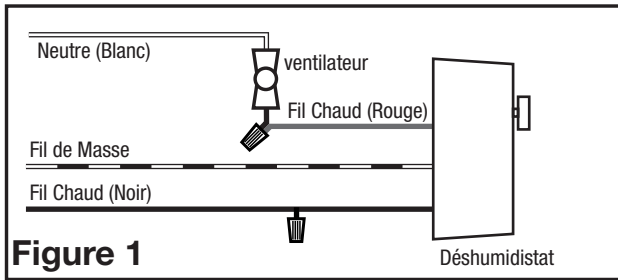

Figure 1
- 3a. **Dehumidistat Only:** For installations where the fan is to be controlled from the dehumidistat only. Connect the Black lead from the dehumidistat to the Hot (Black) wire from the power supply. Connect the Red lead from the dehumidistat to the Black wire from the fan. Connect the ground wire (green or bare copper) from the house to the Green screw of the mounting plate. Use approved methods for all connections (**Figure 1**).
- 3a. **Déshumidistat seulement :** Pour les installations où le ventilateur doit être contrôlé à partir du déshumidistat seulement. Connectez le fil noir du déshumidistat au fil (noir) chaud de l'alimentation. Connectez le fil rouge du déshumidistat au fil noir du ventilateur. Raccordez le fil de mise à la terre (vert ou cuivre nu) de la maison à la vis verte de la plaque de montage. Utilisez des méthodes approuvées pour toutes les connexions (Figure 1).